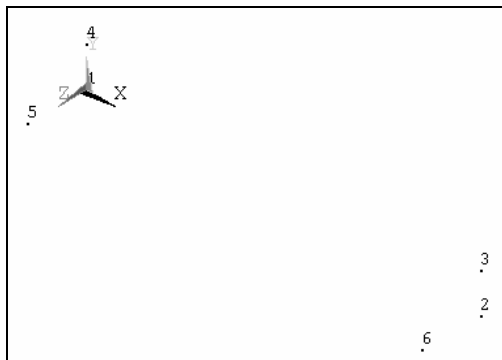

图 3-63 六个关键点
(16) 依次选择 Main Menu>Preprocessor>Modeling>Create>Keypoints>In Active CS，弹出“Create Keypoints in Active Coordinate System”窗口。在“Create Keypoints in Active Coordinate System”窗口中“X, Y, Z Location in active CS”后的三个方框中依次填入“0”、“0”、“0”，再单击“Apply”按钮，生成第 1 个关键点。继续在“X, Y, Z Location in active CS”后的三个方框中依次填入“1”、“0”、“0”，单击“Apply”按钮，生成第 2 个关键点。继续在“X, Y, Z Location in active CS”后的三个方框中依次填入“1”、“0.1”、“0”，单击“Apply”按钮，生成第 3 个关键点。继续在“X, Y, Z Location in active CS”后的三个方框中依次填入“0”、“0.1”、“0”，单击“Apply”按钮，生成第 4 个关键点。以上 4 个点为钢板 4 个角的位置（见图 3-63）。
(17) 继续在“X, Y, Z Location in active CS”后的三个方框中依次填入“0”、“0”、“0.15”，单击“Apply”按钮，生成第 5 个关键点。继续在“X, Y, Z Location in active CS”后的三个方框中依次填入“1”、“0”、“0.15”，单击“OK”按钮，生成第 6 个关键点。关键点 1、5、6、2 为铜板 4 个角的位置（见图 3-63）。